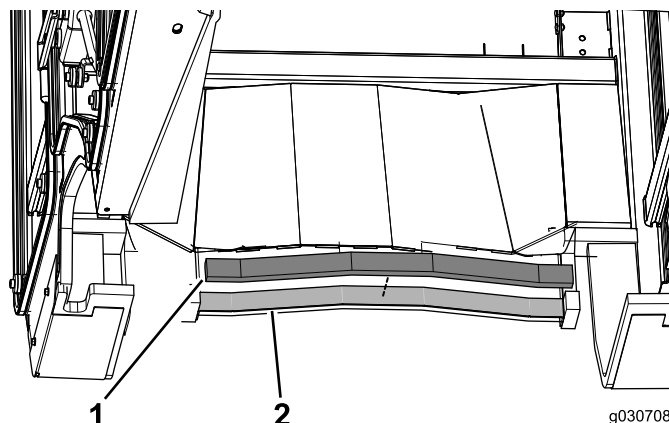

Figura 15
3. Applicate la guarnizione in schiuma sintetica posteriore sulla parte posteriore della cabina (Figura 15).